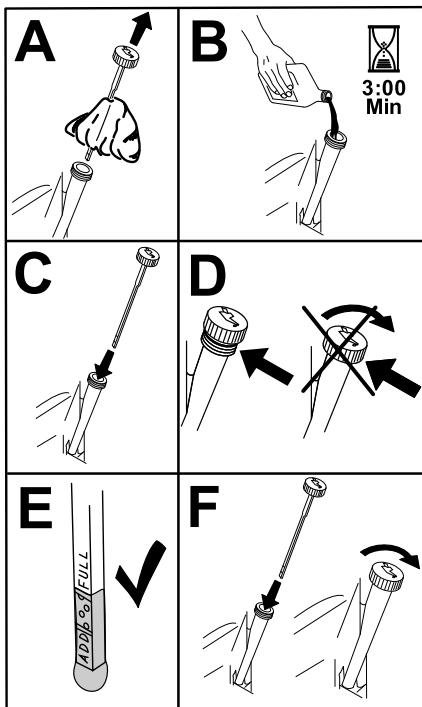

Figura 56
5. Deite cerca de 80% do óleo especificado no tubo de enchimento e adicione lentamente o óleo adicional para atingir a marca Cheio (Figura 56).